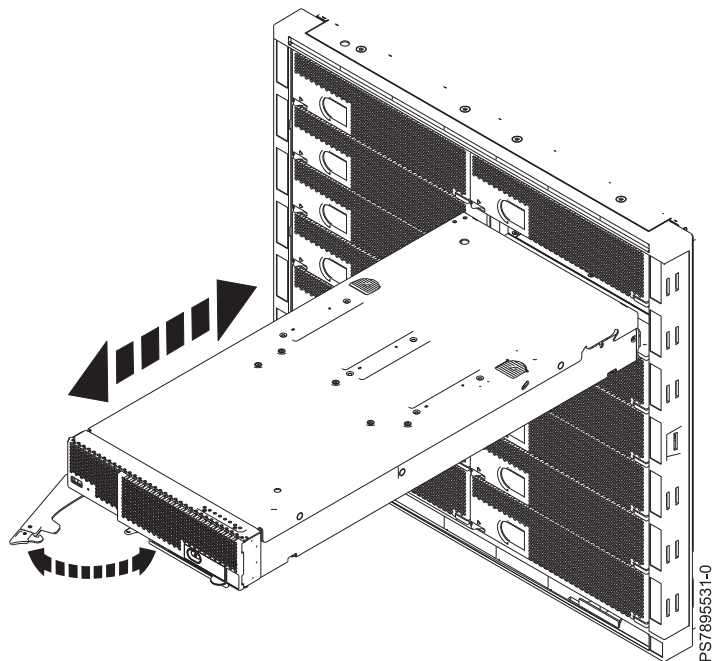

図 51. IBM Flex System エンタープライズ・シャーシへのコンピューター・ノードの取り付け
5. コンピュータ・ノード上のリリース・ハンドルがオープン位置 (97 ページの図 51 に示すようにコンピュータ・ノードと直角) にあることを確認します。